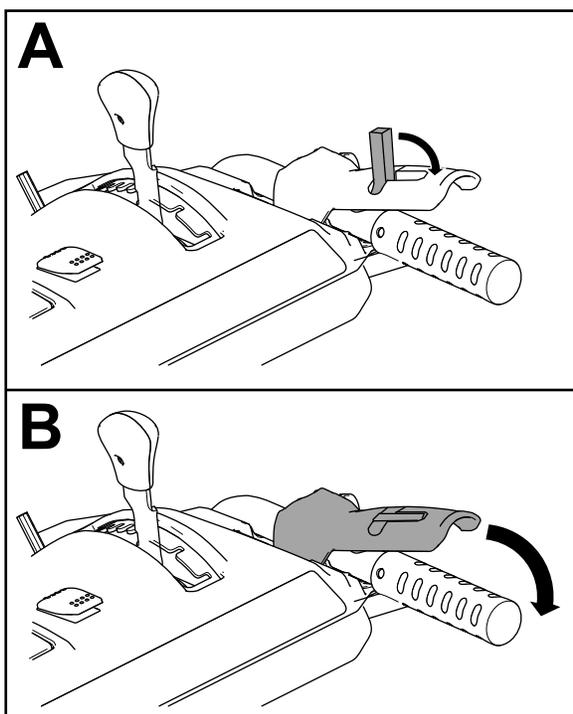

Bild 30
2. Kuppeln Sie den Räumwerk- bzw. Gebläseradhebel ein und halten ihn fest (Bild 30).